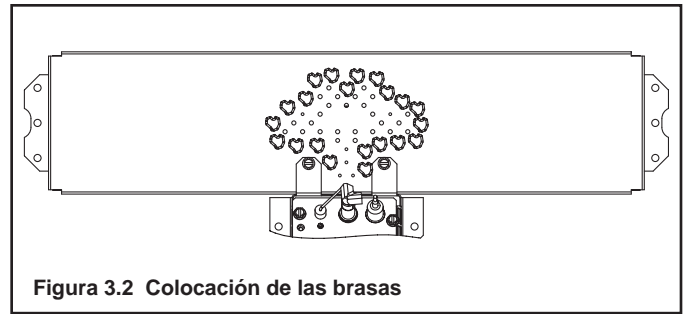

Figura 3.2 Colocación de las brasas
- No coloque las brasas en el área central como se muestra en la Figura 3.2.